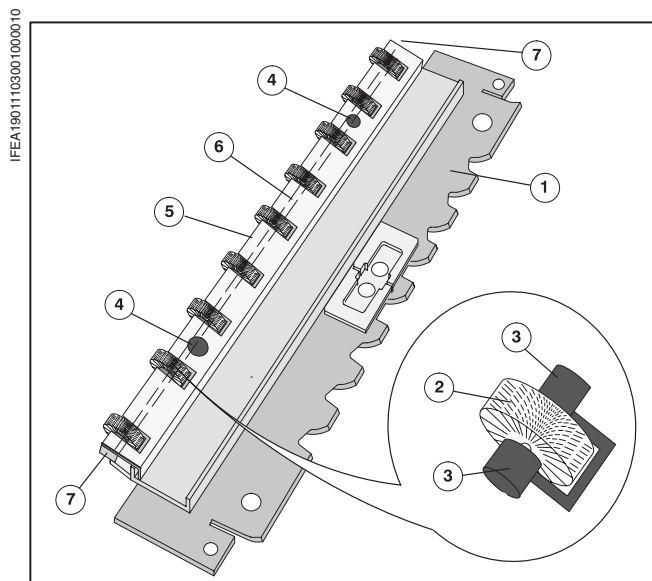

Рис. 6 Замена щеточных роликов на направляющей планке
- ❶ Для замены щеточных роликов (при износе) следует демонтировать направляющую планку (Рис. 6/❶) (демонтаж см. в главе С "Самонаклад").
- ❷ Полностью вывинтить оба винта (Рис. 6/❷) и снять металлическую крышку (Рис. 6/❸) над пружинными зажимами.
- ❸ Штангу (Рис. 6/❸) медленно вытянуть из пружинных зажимов; щеточные ролики (Рис. 6/❷) выпадут наружу при вытаскивании штанги.
- ❹ При необходимости сжать пружинный зажим (Рис. 6/❹) и вытянуть его из направляющей планки.
- ❺ Для установки пружинные зажимы (Рис. 6/❹) ввести в боковую направляющую планку.
- ❻ Штангу вставить в пружинные зажимы и надеть щеточные ролики на штангу по одному.
- ❼ Металлическую пластину (Рис. 6/❺) установить над пружинными зажимами. Планки на торцах пластины (Рис. 6/❼) фиксируют вставленную штангу.
- ❽ Вставить оба крепежных винта (Рис. 6/❽) и затянуть ключом.
- ❾ Направляющую планку с щеточными роликами снова установить на место (установка см. в главе С "Самонаклад").